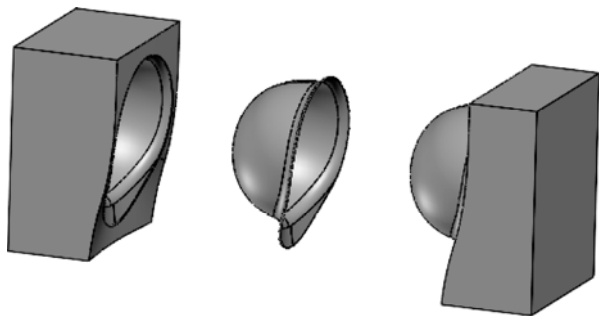

图5-34 模型和分模后的型腔、型芯
本实例所使用的零件模型和分模后的型腔、型芯如图5-34所示，下面讲解具体操作。
STEP 5 与上面 5.2 节中最后两步的操作相同，选择系统主菜单“插入”>“特征”>“移动/复制”菜单命令，执行两次“移动/复制”操作，将模型的型腔和型芯移动到模型的两侧，并将分型线和分型面隐藏，得到基本的分模效果，如图 5-34 所示。